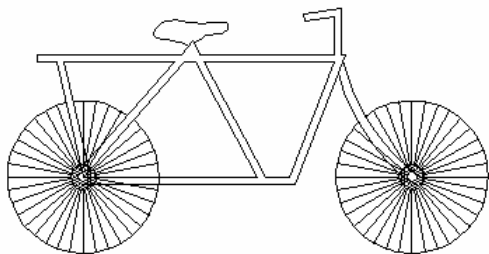

图 9.1 自行车平面图
本案例绘制如图 9.1 所示的自行车平面图。主要介绍了如何使用复合线绘制复杂图形。
(10) 使用 TRIM 和 ERASE 命令裁剪或删除多余的线段或者弧线，得到最后的效果（见图 9.1）。